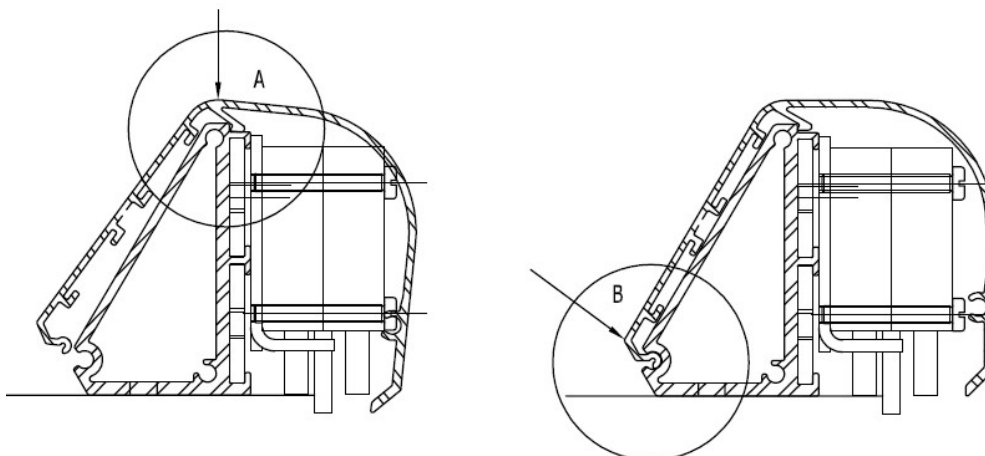

Figure 1 : Contact d'ouverture
- Faire tourner la douille sur son axe jusqu'à ce que la tête de vis actionne le contact d'ouverture par l'intermédiaire de la languette souple. Puis serrer la vis sans tête à l'aide d'une clé alène (voir figure 1).